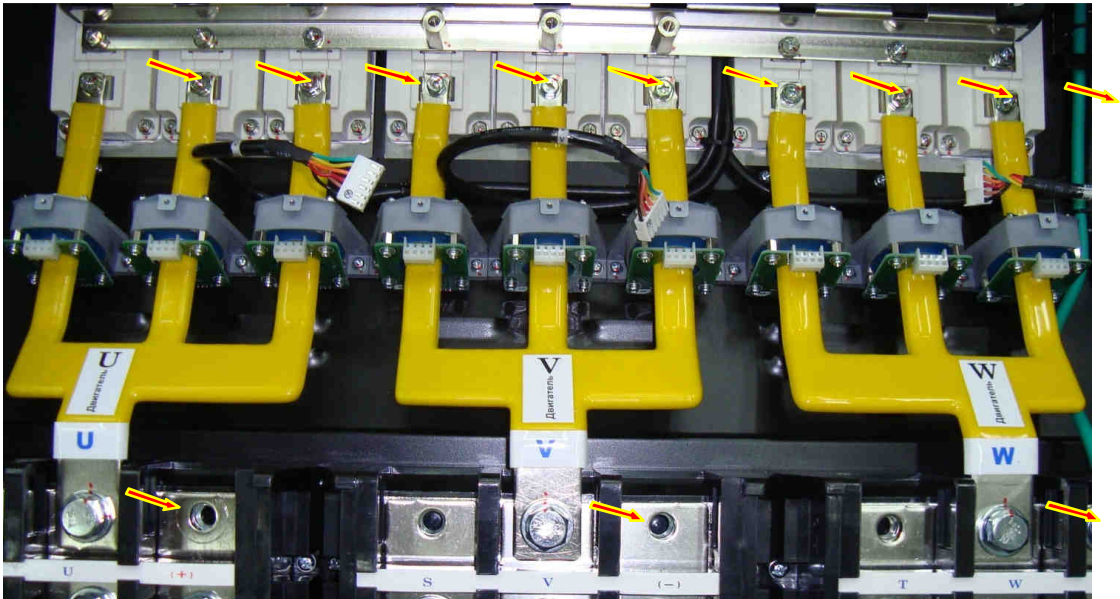

Рис. 6.14.
6.9.4. Демонтировать выходные шины U, V, W, выкрутив 9 винтов крепления к модулям IGBTи 3 болта силовой клеммной колодки (рис. 6.14). Положить винты, болты, шины в тару.